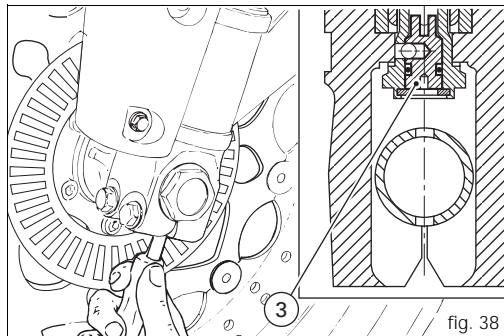

fig. 38
- 3) (fig. 38) pour modifier le frein hydraulique en compression.
Pour intervenir sur la vis (3, fig. 38), introduisez un tournevis à l'intérieur du trou traversant l'axe de roue au niveau de l'axe du tube de fourche.